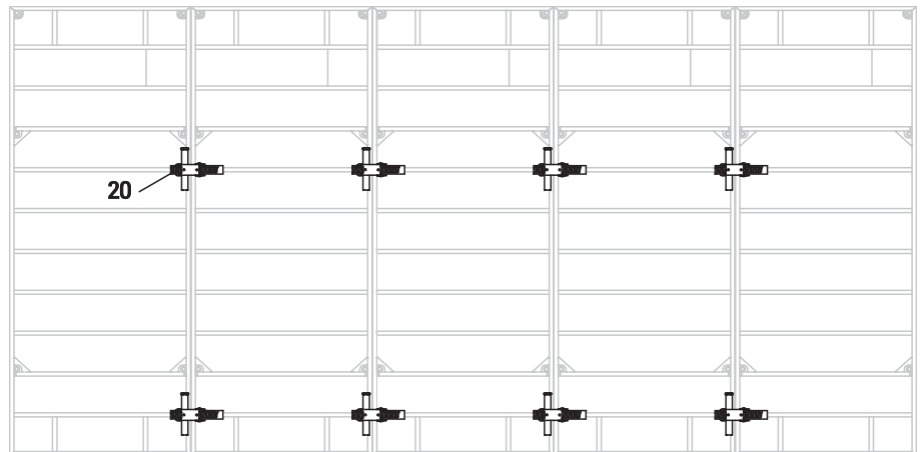

Fig. B2.01
2 x Направляващи скоби DRS (20). (Fig. B2.01)